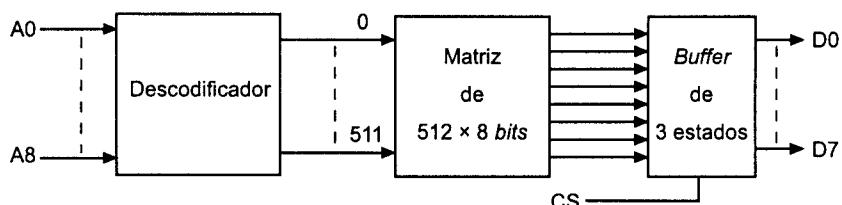

Figura 2
2. A figura 2 representa o diagrama de blocos de uma memória ROM, organizada internamente pelo método da selecção linear, sendo A_0 a A_8 as linhas de endereço, D_0 a D_7 as linhas de dados e CS (selecção de circuito) a linha de controlo.